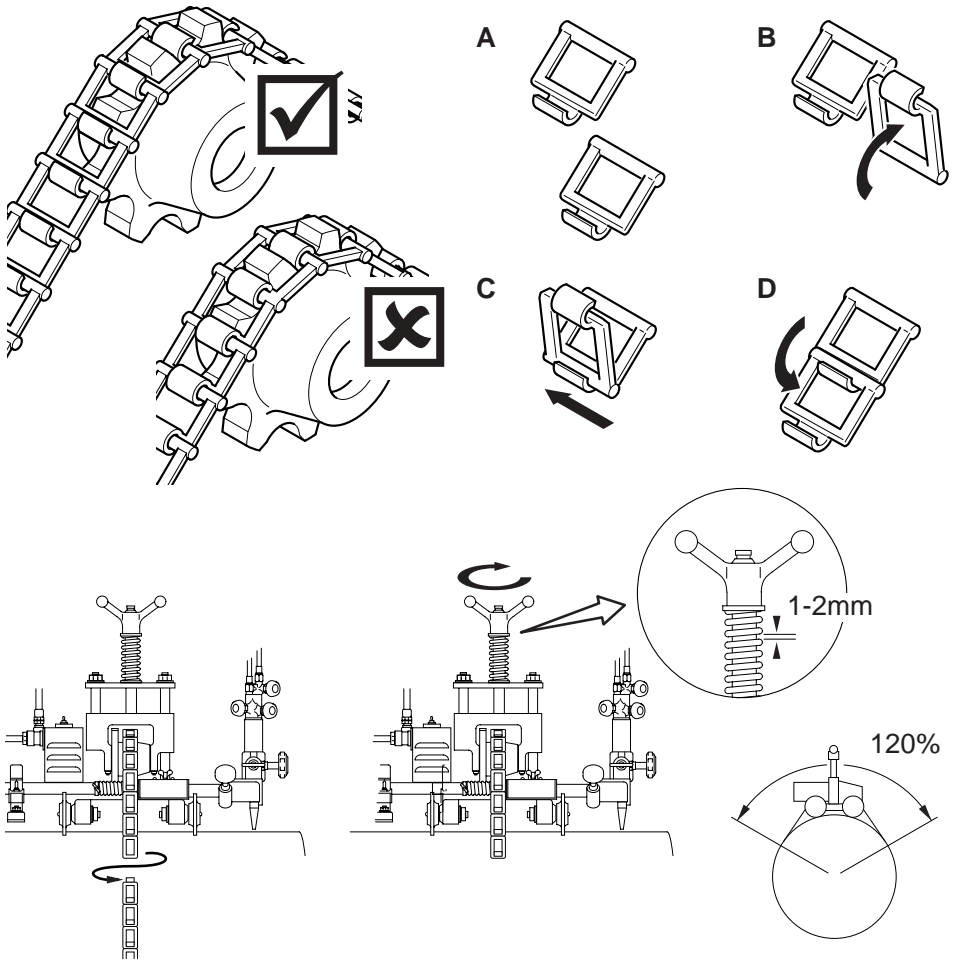

figura 4 - 2
- 3 Engrane la cadena con la rueda dentada y sujete los eslabones como se muestra en la figura 4 - 2 para colocarla sobre la tubería.